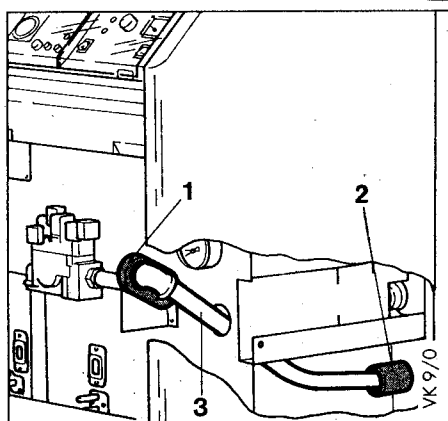

Рис.8
Удалить транспортировочную заглушку (1) (рис.8). С помощью газовой подсоединительной трубы (3) выдавить пластмассовую заглушку (2) назад из облицовки котла. Смонтировать газовую присоединительную трубу с уплотнением для газа.
Переключение режима работы циркуляционного насоса системы отопления может быть осуществлено переключением штеккера HP в другое положение. (См. рис.8 на стр.18.)